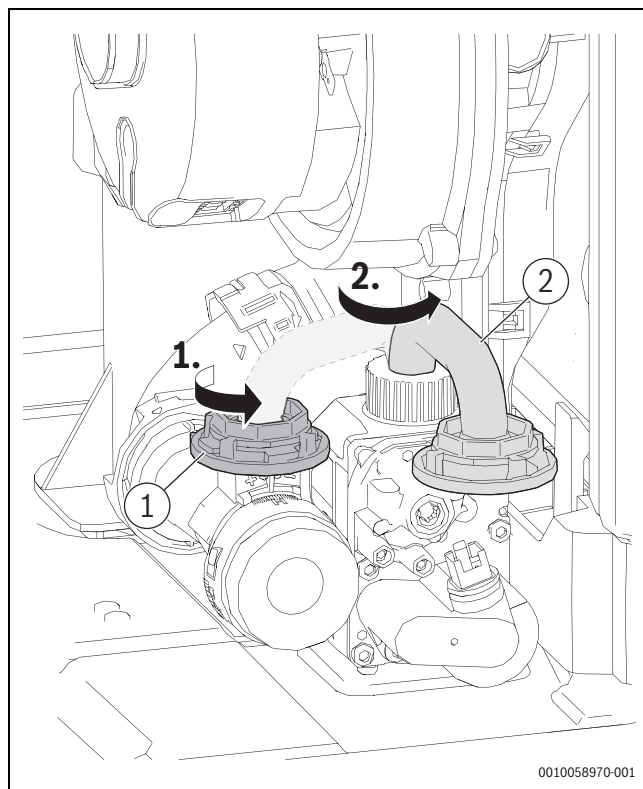

Bild 81 Verriegelung der Einstelldüse öffnen
- ▶ Um das kleine Gasrohr [2] wieder anzuschließen, Gasrohr nach links bewegen und Verriegelung der Einstelldüse [1] schließen (→Bild 81, Seite 65).